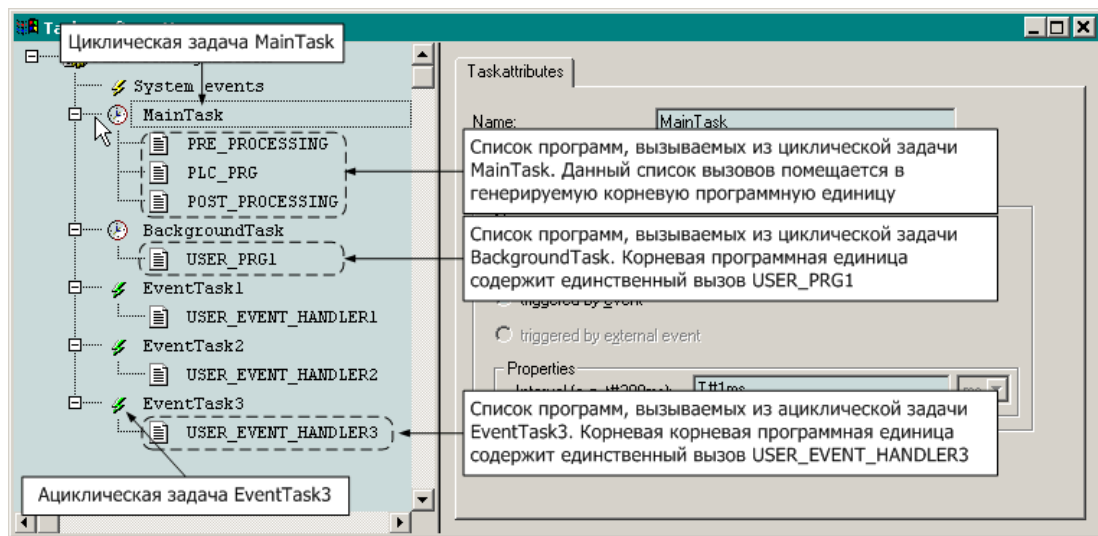

Рис. 13. Списки программных единиц, вызываемых из задач
*Корневой программной единицей* является скрытая от пользователя программа, в которую вставлены вызовы ассоциированных с пользовательской задачей программ в порядке их перечисления в окне ресурса **Tasks Configuration**, как показано на рис. 13.